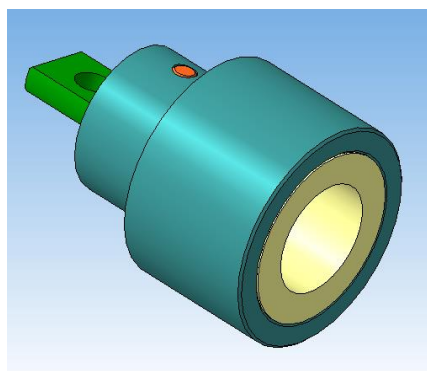

Рисунок 69.
32. В результате получается сборка (рисунок 69).